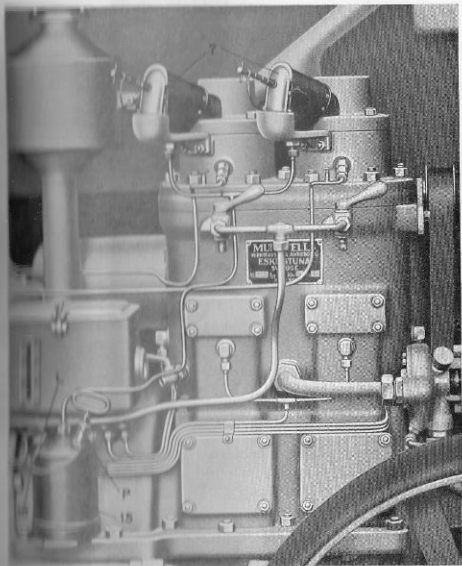

Fig. 62.
*Motorlamporna* består av en fotogenbehållare (15) med luftpump (P) samt tvenne brännare (7). Se fig. 62.
Stäckning sker genom att ventilen d stänges, eller också öppnar man ventilen 18 (fig. 62)